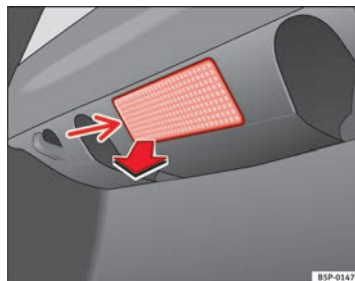

Abb. 196 Gepäckraumbeleuchtung
- Nehmen Sie das Lampenglas der Glühlampe durch Druck mit einem Schraubendreher auf dessen Unterkante -Pfeil- ab ⇒ Abb. 196.